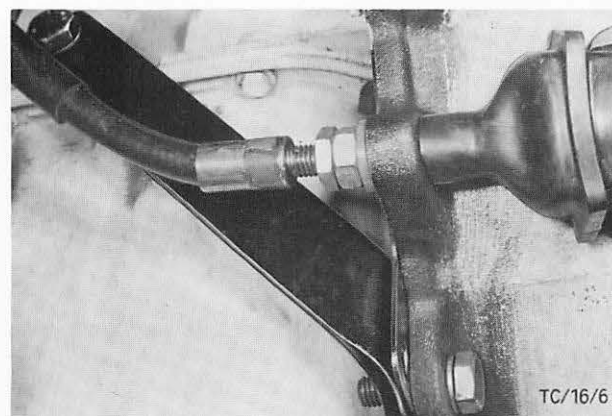

Abb. 21 Strebe Motor-Getriebe befestigen „B“-Motor
14. Anlasser einbauen und Kabel anschließen. Beim „B“-Motor Strebe Motor-Getriebe befestigen, Abb. 21.